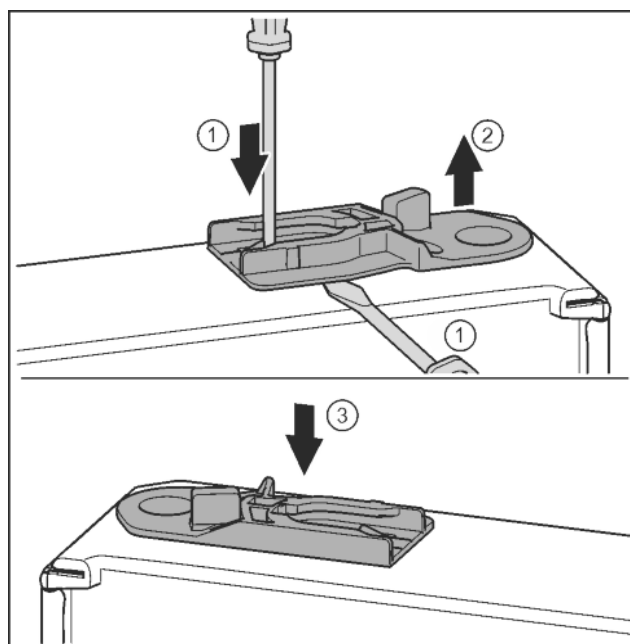

Fig. 35
- ▶ Geleidingsbus eruit trekken: Lip met de sleufschroevendraaier indrukken en gelijktijdig de sleufschroevendraaier onder de geleidingsbus plaatsen. *Fig. 35 (1, 2)*
- ▶ De bij de levering geleverde geleidingsbus op de andere zijde van de behuizing aanbrengen. *Fig. 35 (3)*